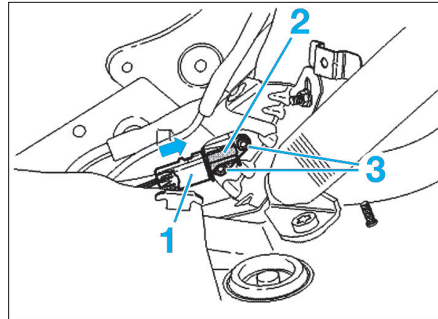

Fig. 11
- Débrancher le connecteur (1) du capteur de collision (2) (Fig.11).
- Dévisser les deux vis (3) de fixation du capteur de collision (2) puis le déposer.